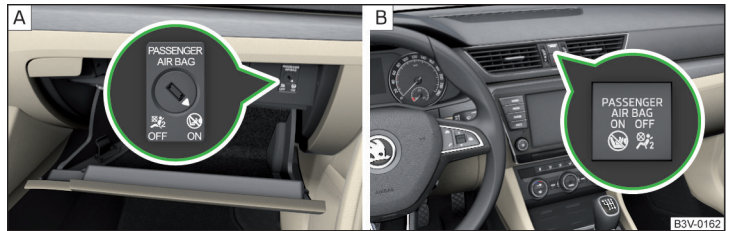

Abb. 10 Schlüsselschalter für Beifahrer-Frontairbag / Kontrollleuchte für Beifahrer-Frontairbag
Der Beifahrer-Frontairbag kann mit dem Schlüsselschalter abgeschaltet werden » Abb. 10 auf Seite 20 - A.
Stellungen des Schlüsselschalters » Abb. 10 - A
- OFF** Der Beifahrer-Frontairbag ist abgeschaltet - nach dem Einschalten der Zündung leuchtet die Kontrollleuchte **OFF**  » Abb. 10 - B